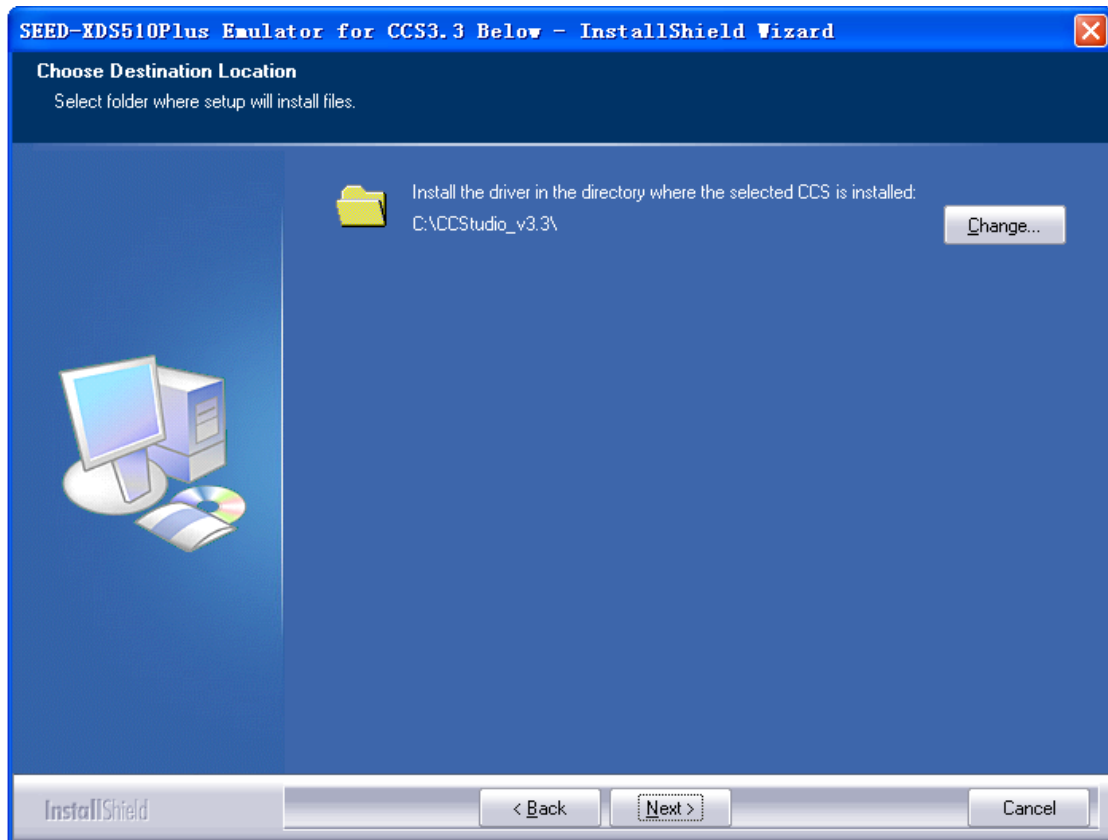

图 1-5
- 1、安装进入“图1-5”界面时，需要您选择CCS的版本来安装相应的驱动。